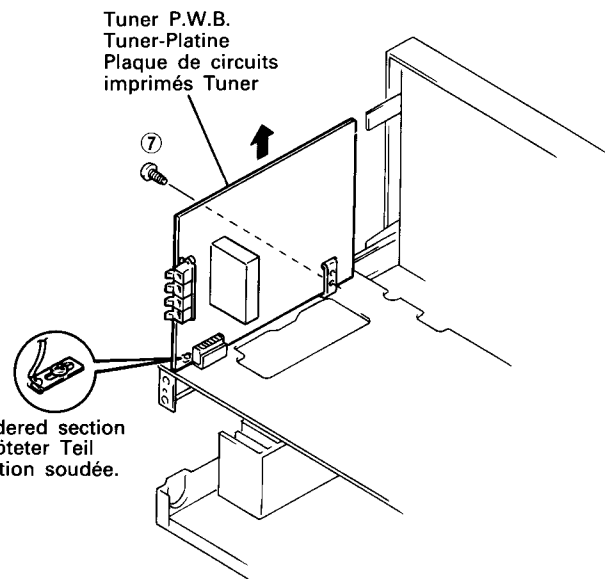

Fig. 3 Abb. 3
3. **Tuner-Platine (Abb. 3)**
**3. Plaque de circuits imprimés Tuner (Fig. 3)**